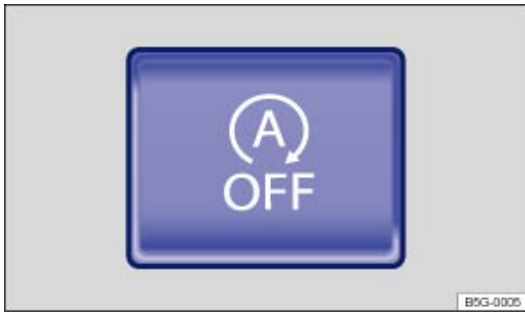

Fig. 102 Dans la partie supérieure de la console centrale : touche du dispositif start/stop de mise en veille
- Appuyez sur la touche  dans la console centrale → Fig. 102 pour activer manuellement le dispositif. Lorsque le dispositif start/stop de mise en veille est désactivé, le témoin de contrôle intégré à la touche s'allume.
- Appuyez de nouveau sur la touche  dans la console centrale → Fig. 102 pour réactiver manuellement le dispositif.